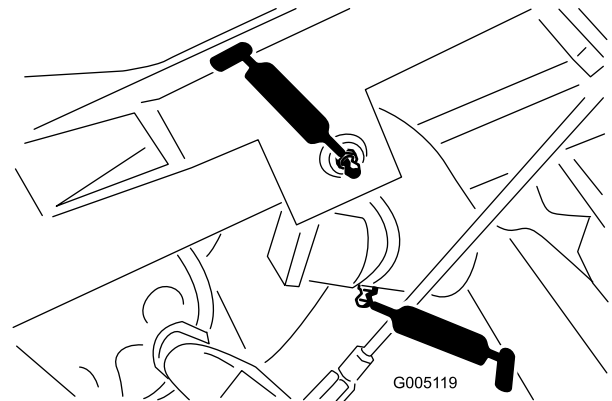

Bild 27
- Hubarmgelenk (3) und Schwenkscharnier (3) (Bild 27)